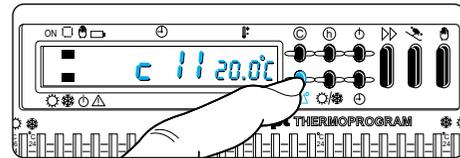

Fig. 32
11.1 - Premere il pulsante  (fig. 32).